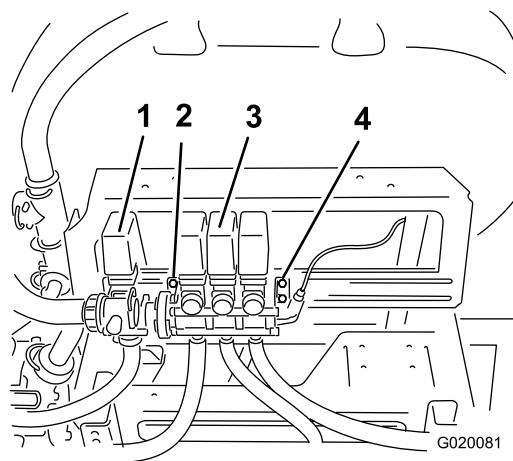
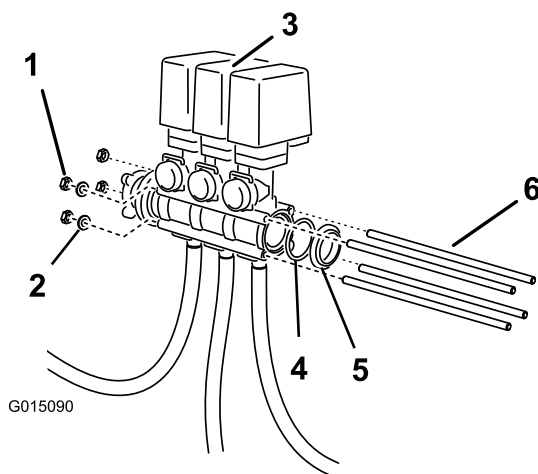

Figura 4
Figura 6
1. Desaperte, mas não retire, os parafusos que prendem o conjunto da válvula da rampa ao suporte de montagem (Figura 4).
8. Insira as barras roscadas através dos furos nos corpos das válvulas de derivação da rampa e nas 2 barras mais próximas da calha de montagem, através do suporte de montagem esquerdo (Figura 4 e Figura 6).